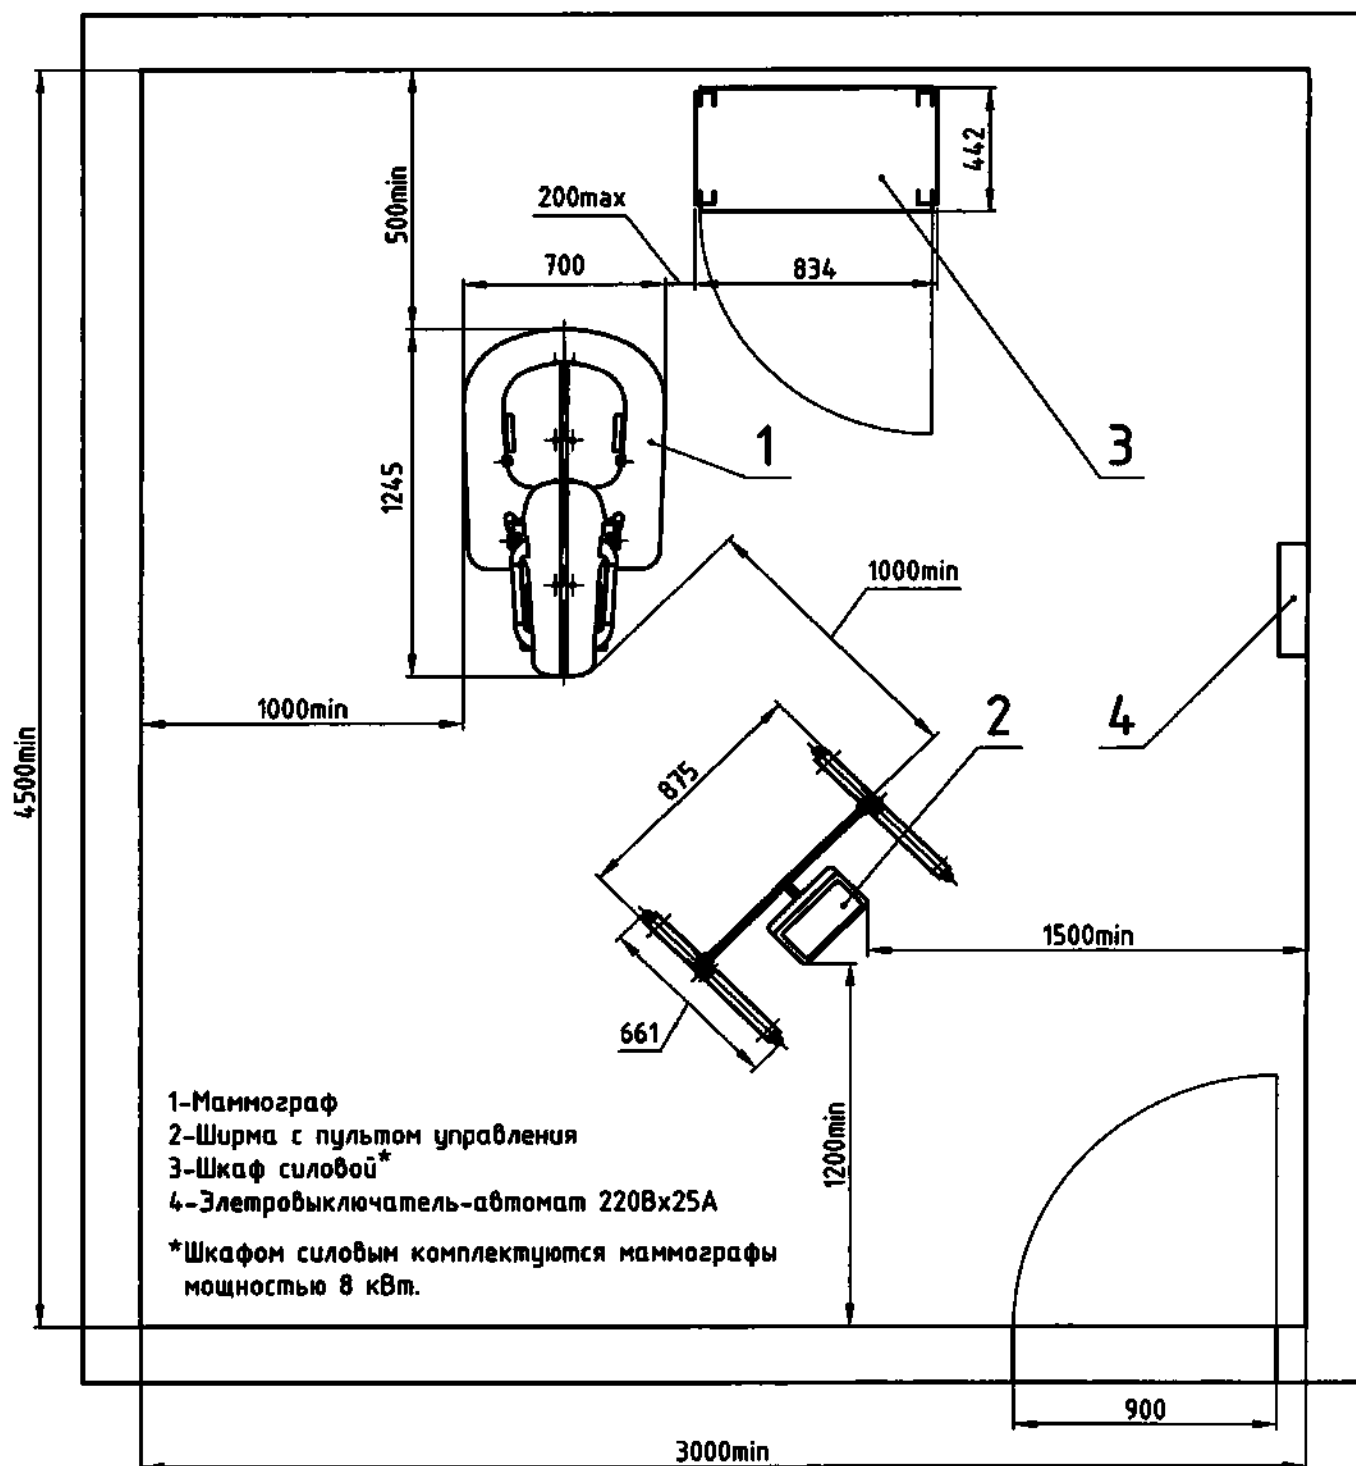

Рисунок 11 – Рекомендуемый типовой план размещения аппарата «Маммо-РП» в рентгенодиагностическом кабинете
4.3. Рекомендуемый типовой план размещения аппарата «Маммо-РП» в рентгенодиагностическом кабинете представлен на рис.11.